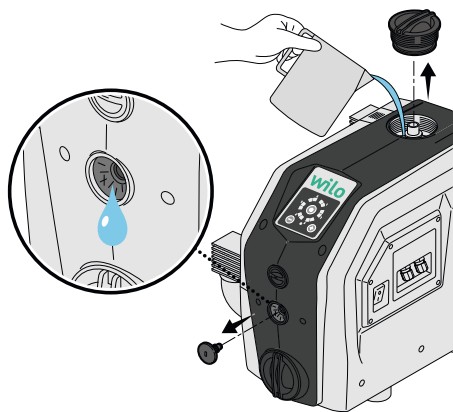

Fig. 8: Πλήρωση
2. Γεμίστε το προϊόν με νερό (περίπου 1,5 L) μέχρι να βγει νερό από το άνοιγμα εξαερισμού (Fig. 8).